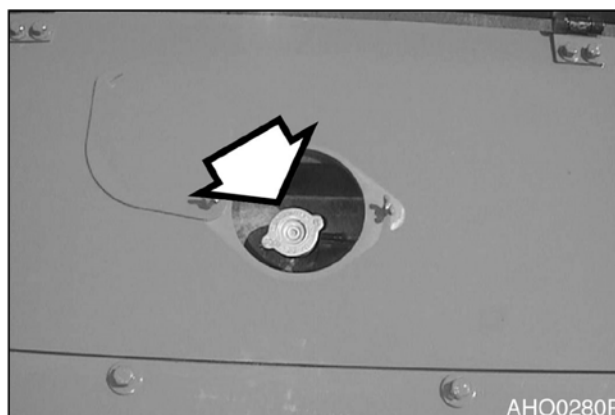

Рис. 68
1. Медленно снять крышку радиатора (рис. 68), чтобы стравить остаточное давление.
ПРИМЕЧАНИЕ: При заполнении двигателя промывочным раствором открыть вентиляционное отверстие (рис. 68) промежуточного охладителя, чтобы выпустить воздух. При появлении охлаждающей жидкости закрыть отверстие.
ПРИМЕЧАНИЕ: При заполнении двигателя охлаждающей жидкостью открыть вентиляционное отверстие (рис. 68) промежуточного охладителя, чтобы выпустить воздух. При появлении охлаждающей жидкости закрыть отверстие.